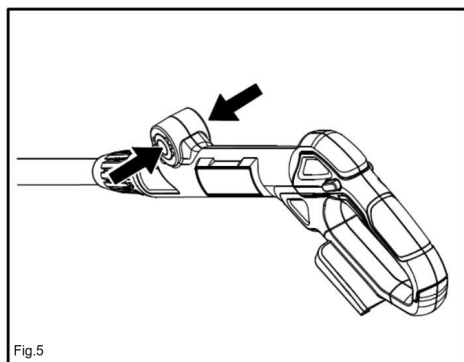

Fig.5
1. Presione los dos botones con los dedos y manténgalos presionados (vea la Fig. 5).